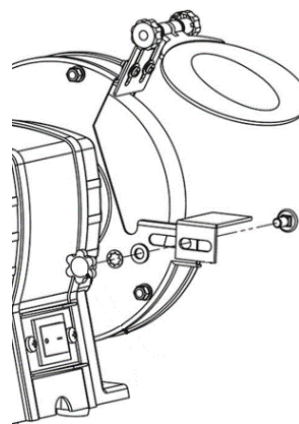

Fig. 3
- Alignez le porte-pièce (9) comme illustré sur la Fig. 3.
- Fixez-le sur le protège-meule (6) à l'aide des vis et des boutons fournis.
- L'écart entre la meule (8) et le porte-pièce ne doit pas dépasser 2 mm.